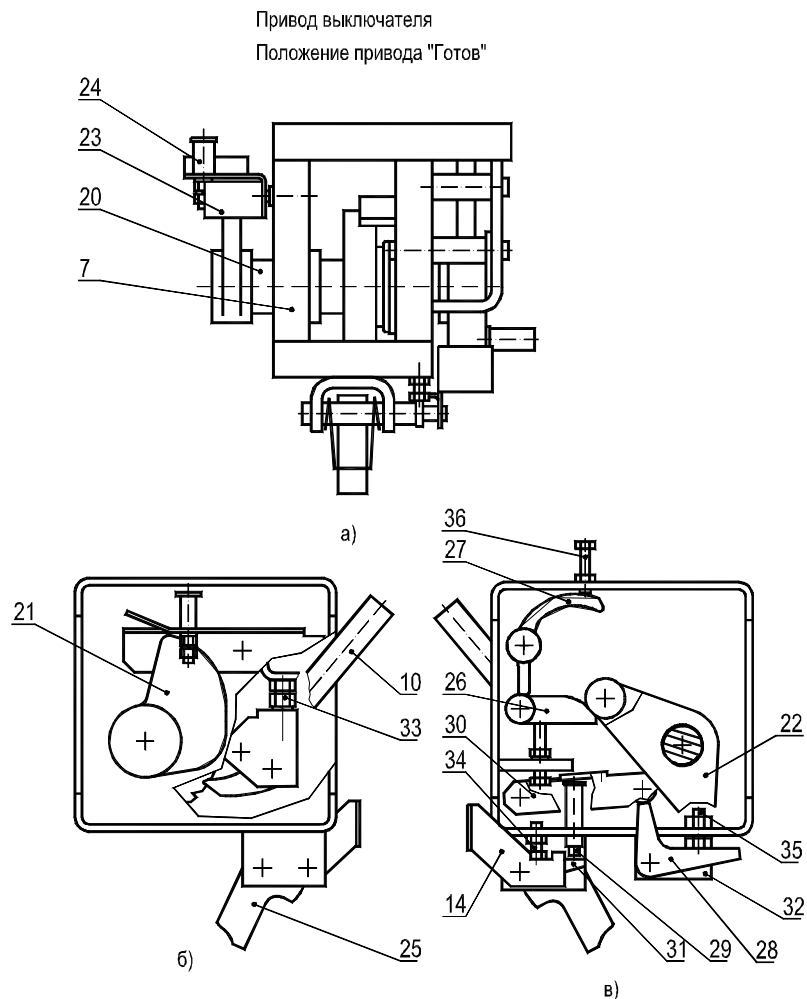

Рис.2
1.5.3. **Корпус привода выключателя 7** (рис.2) предназначен для: